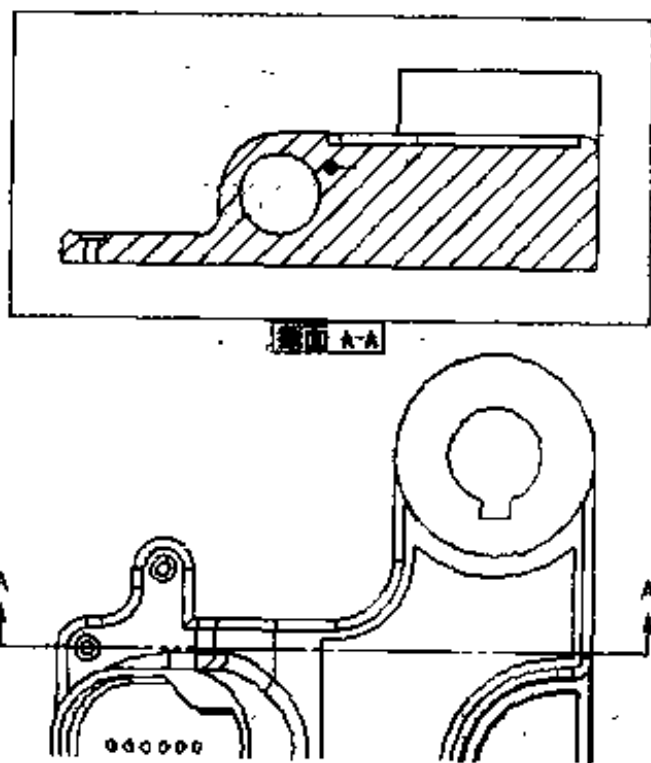

图 2.88 定位剖视图
- (2) 缩小视图，单击定位剖视图中的绿色按钮，然后放置新的视图，如图 2.88 所示。请注意视图将自动与剖切线对齐。
- (3) 右击剖视图，选择【属性】命令，然后打开【名称】选项卡，单击【确定】按钮，结果如图 2.88 所示。